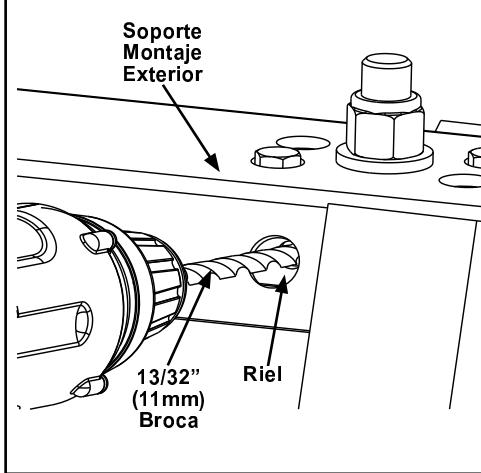
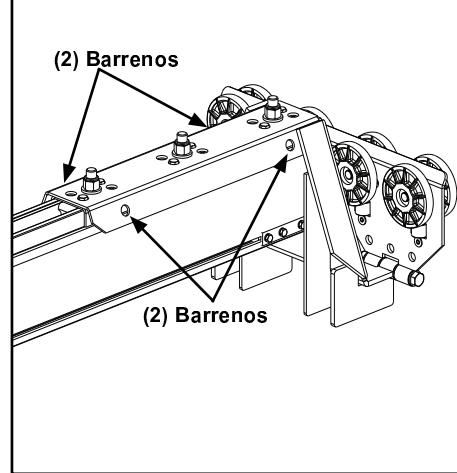

Figura 3-100
Figura 3-101
- Paso 9. Usando el cuerpo de Carro Final mismo plano como guía, Haga cuatro (4) barrenos 13/32" (11 mm) arriba del riel atreves del canal de soportes en dos (2) soportes de montaje exteriores. Vea Figura 3-100 y Figura 3-101. No taladre barrenos en línea.